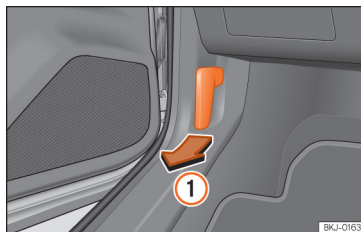

Abb. 176 Entriegelungshebel im Fahrerfußraum.
- Öffnen Sie die Tür und ziehen Sie an dem Hebel unterhalb der Instrumententafel » » **[Abb. 176]** ①.